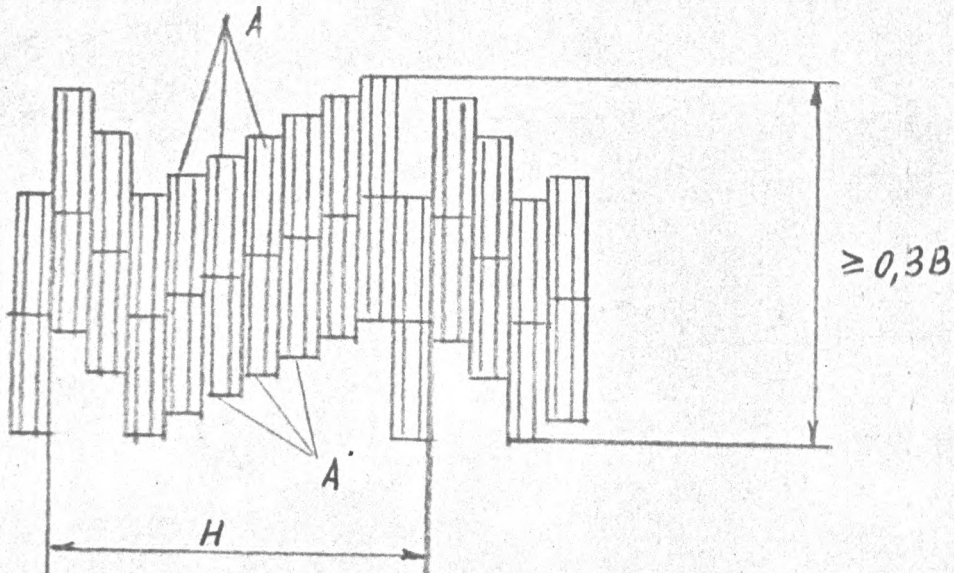

РИС. 7.11
7.6.7.5. ОТРЕГУЛИРУЙТЕ С ПОМОЩЬЮ РЕЗИСТОРА АЗ-Р66 СИГНАЛ ТАК, ЧТОБЫ УРОВЕНЬ НЕСУЩЕЙ (ЧАСТИ А) НА КРАЯХ СИГНАЛА БЫЛ МИНИМАЛЬНЫМ (РИС.7.11).